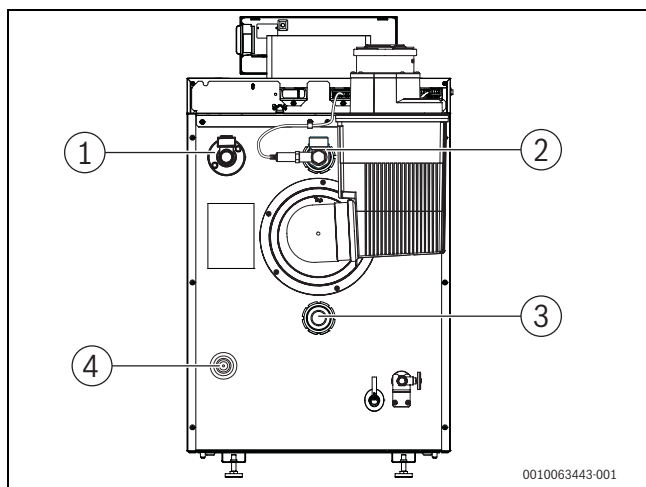
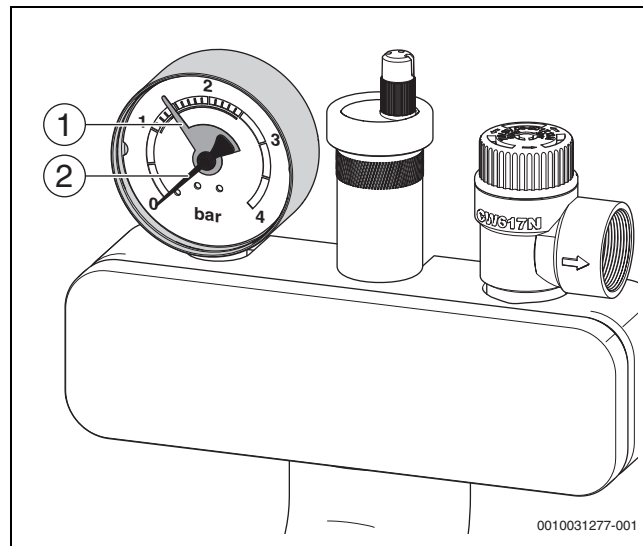

Bild 27 Vorlauf (VK) und Rücklauf (RK) montieren
Bild 28 Manometer (Beispiel)
- Roten Zeiger (→ Bild 28) des Manometers auf den erforderlichen Mindestdruck von 1 bar einstellen.
- Heizungsanlage über den bauseitigen Füllhahn (→ Bild 27) langsam befüllen. Dabei Druckanzeige des Manometers (→ Bild 28) beachten.